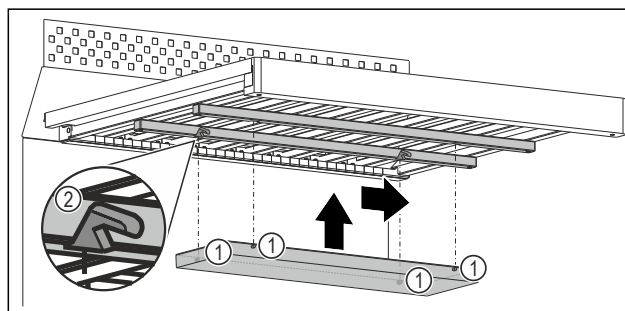

Fig. 159 Simbolična slika
- Vsak čep Fig. 159 (1) potisnite v ustrezno odprtino Fig. 159 (2) na letvah pod leseno rešetko.